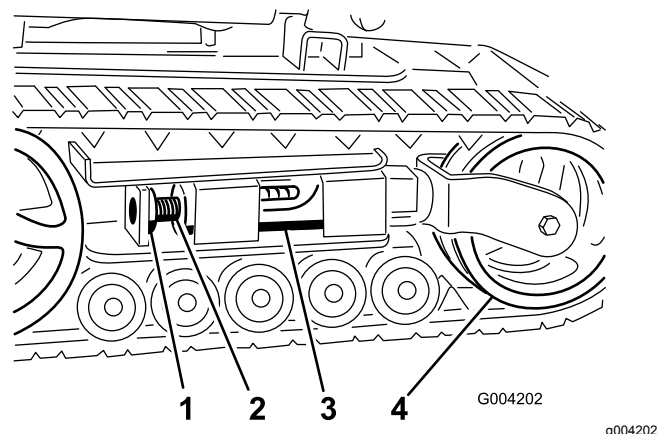
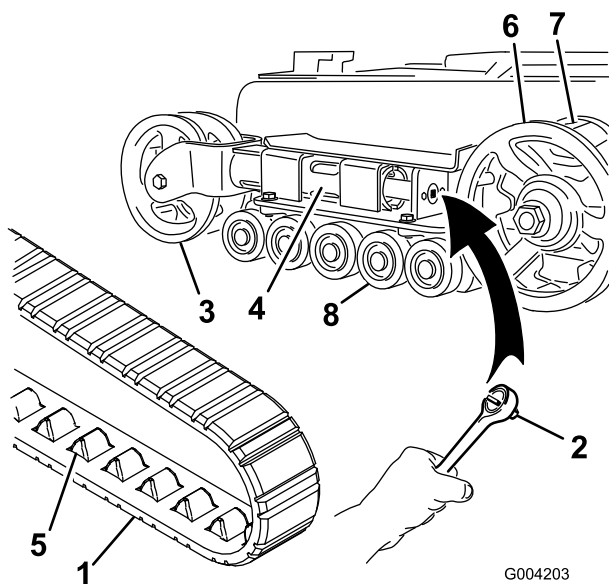
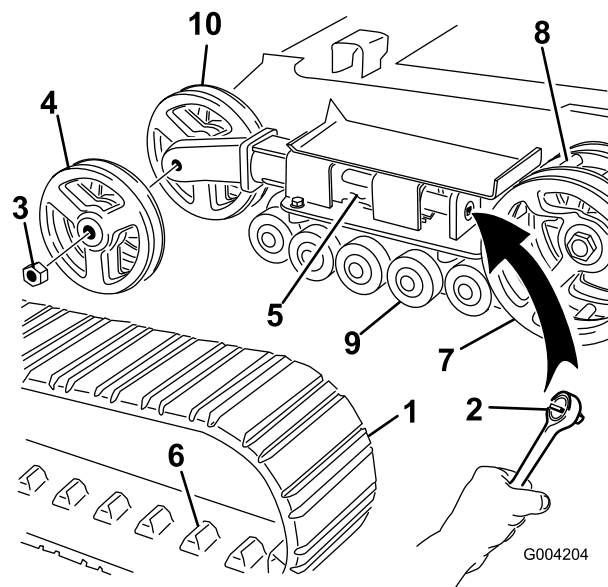

Figura 47
Figura 48
Figura 49
4. Togliete il bullone di bloccaggio e il dado (Figura 47).
6. Allineare l'intaglio più vicino della vite di tensione al foro del bullone di bloccaggio e fissare la vite con il bullone di bloccaggio e il dado (Figura 47).
Nota: Avete cingoli a larghezza ridotta se le ruote di tensione anteriori sono montate all'interno di una forcella all'estremità del tubo di tensione (Figura 48).
5. Utilizzando un cricchetto di trasmissione da 1/2", rilasciate la tensione di trasmissione ruotando la vite di tensione in senso orario (Figura 47 e Figura 48).
6. Spingere la ruota di tensione verso il retro dell'unità in modo da spostare il tubo di tensione contro il telaio (Figura 48).
8. Quando il cingolo è staccato dalla ruota di tensione, rimuovetelo dai denti di trasmissione e dalle ruote non motrici (Figura 48).
9. Avvolgete il nuovo cingolo iniziando dalla ruota conduttrice e controllando che i denti del cingolo si alloggino tra i distanziali della ruota stessa (Figura 48).
10. Spingere il cingolo sotto e tra le ruote non motrici (Figura 48).
Nota: Avete cingoli a larghezza ridotta se le ruote di tensione anteriori sono montate sui lati dell'estremità del tubo di tensione (Figura 49).
5. Utilizzando un cricchetto di trasmissione da ½", rilasciate la tensione di trasmissione ruotando la vite di tensione in senso orario (Figura 47 e Figura 49).
6. Spingere la ruota di tensione verso il retro dell'unità in modo da spostare il tubo di tensione contro il telaio (Figura 49).
7. Togliere il dado di fissaggio della ruota di tensione esterna e rimuovere la ruota (Figura 49).
8. Togliere il cingolo (Figura 49).
9. Togliere il dado di fissaggio della ruota di tensione interna e rimuovere la ruota (Figura 49).
13. Montare la ruota di tensione interna e fissarla con il dado tolto in precedenza (Figura 49).
15. Montare il nuovo cingolo, accertandosi che gli attacchi del cingolo si inseriscano tra i denti al centro della ruota conduttrice (Figura 49).
16. Montare la ruota di tensione esterna e fissarla con il dado tolto in precedenza (Figura 49).
6. Collocare il tappo ingrassato della ruota non motrice sulla testa del bullone (Figura 48).
7. Fissare il tappo della ruota con l'anello elastico (Figura 48).